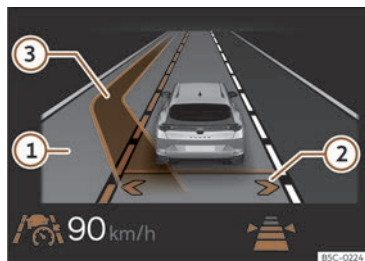

Abb. 149 Im Display des Kombi-Instruments: Anzeige des assistierten Spurwechsels (schematische Darstellung).
Dadurch wird der assistierte Spurwechsel aktiviert. Die Pfeile der eigenen Fahrspur werden im Display des Kombi-Instruments in Grau angezeigt >>> (Abb. 149) ②
wird die entsprechende Spur im Display des Kombi-Instruments neben der eigenen Spur angezeigt. Der Pfeil auf der entsprechenden Seite der Fahrspur wird in Weiß angezeigt >>> (Abb. 149) ②.